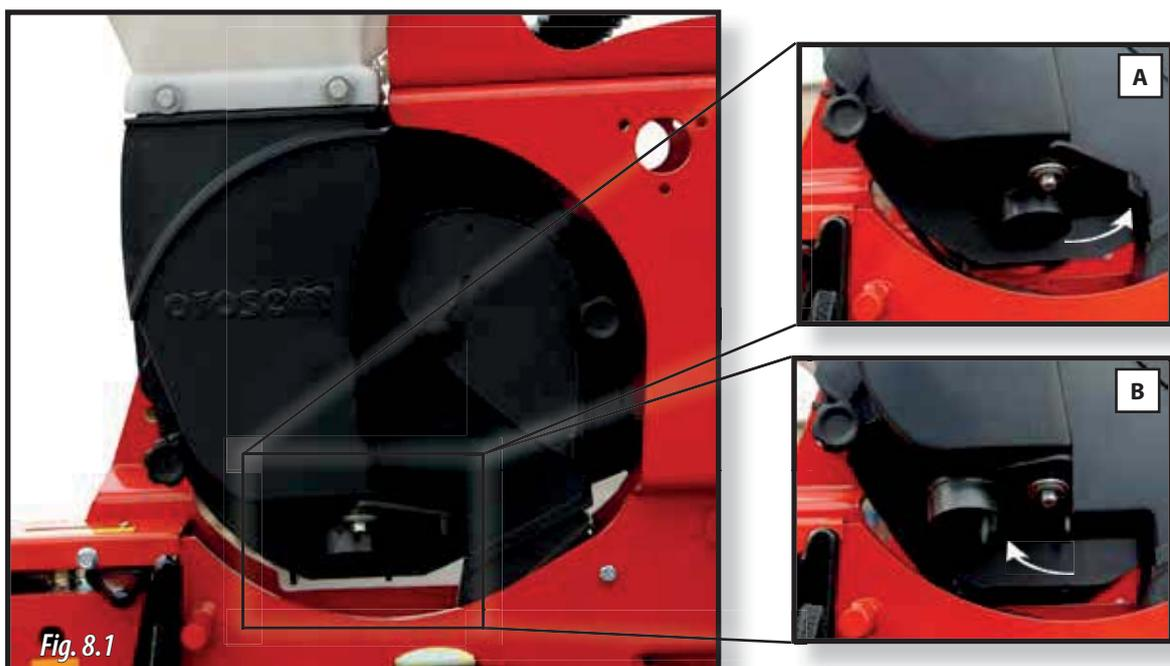

Fig. 8.1
- 1- Girar manualmente la puerta de vaciado hasta su posición de abierta (A, Fig 8.1).
- 2- Una vez se haya vaciado la tolva, volver a colocar la puerta de vaciado en su posición cerrada (B, Fig 8.1).